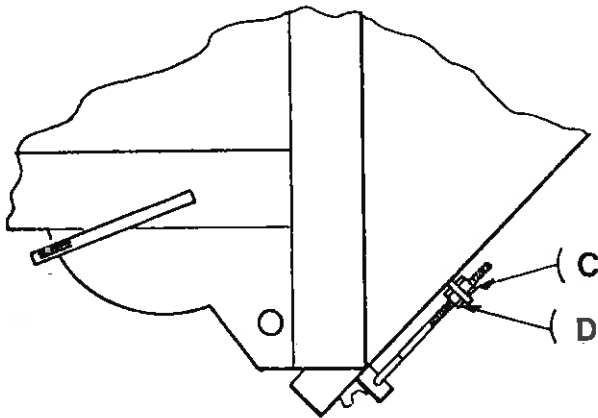

Fig. 17. Stramning elevatorkæde
4.2. Stramning af elevatorkæde K 57 Fig. 17.